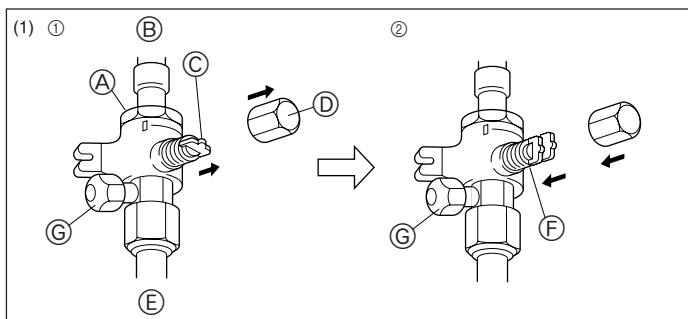
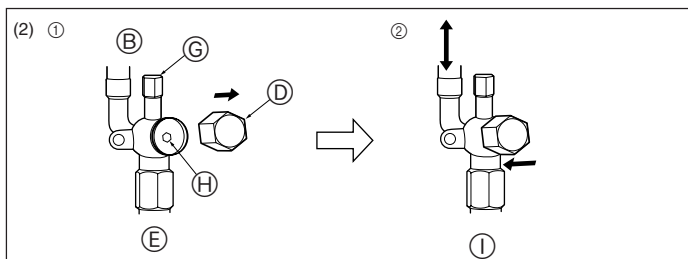

Fig. 4-6
Fig. 4-7
- (1) Côté gaz (Fig. 4-6)
- ① Enlever le capuchon, ramener la poignée vers soi et la tourner d'un quart de tour en sens inverse des aiguilles d'une montre pour ouvrir la vanne.
- ② Vérifier que la vanne d'arrêt est complètement ouverte, appuyer sur la poignée et tourner le capuchon pour le ramener sur sa position d'origine.
- (2) Côté liquide (Fig. 4-7)
- ① Retirez le bouchon, et tournez la tige de soupape à fond dans le sens antihoraire avec une clé hexagonale de 4 mm. Arrêtez de tourner quand elle frappe la retenue. (ø6,35: env. 4,5 tours) (ø9,52: env. 10 tours)